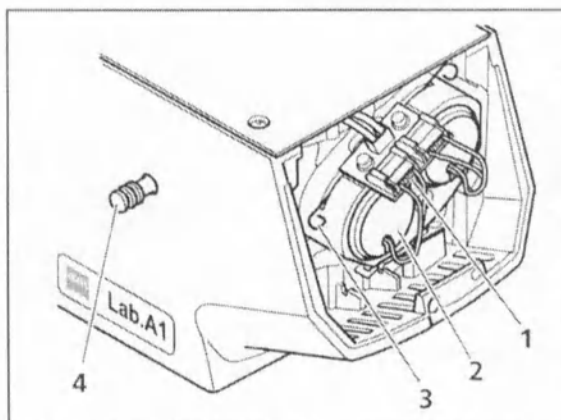
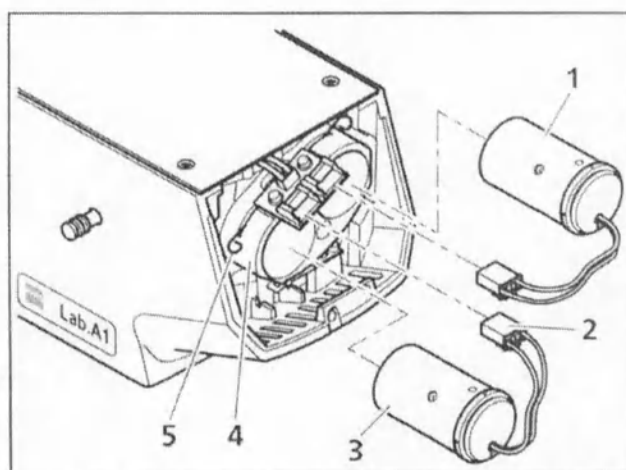

Рисунок 3-24. Извлечение светодиодного модуля
Рисунок 3-25. Установка светодиодного модуля
- Используйте реверсный шток (рисунок 3-24/4), чтобы повернуть положение размещения в центре (траектория луча).
- Извлеките патрон (рисунок 3-24/1) светодиодного модуля для замены (рисунок 3-24/2) из соединительного гнезда, нажав на зазубренный рычаг на патроне. Извлеките зажимную скобу (рисунок 3-24/3) держателя модуля и вытяните светодиодный модуль (рисунок 3-24/2).
- Подымите зажимную скобу (рисунок 3-25/5) и вставьте сменный светодиодный модуль (рисунок 3-25/3), чтобы он защелкнулся в держателе. После того как вы отпустили зажимную скобу, она закрепит светодиодный модуль.
- Вставьте патрон (рисунок 3-25/2) светодиодного модуля в соответствующее соединительное гнездо.
- Используйте реверсный шток (рисунок 3-24/4), чтобы повернуть другое положение размещения в траектории луча, и вставьте или замените второй светодиодный модуль (рисунок 3-25/1) таким же способом.